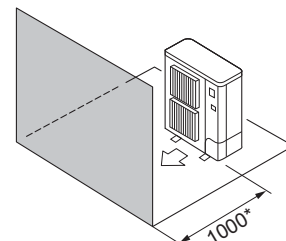

Fig. 2-6
- ④ Εμπόδια στην μπροστινή πλευρά μόνο (Fig. 2-6)